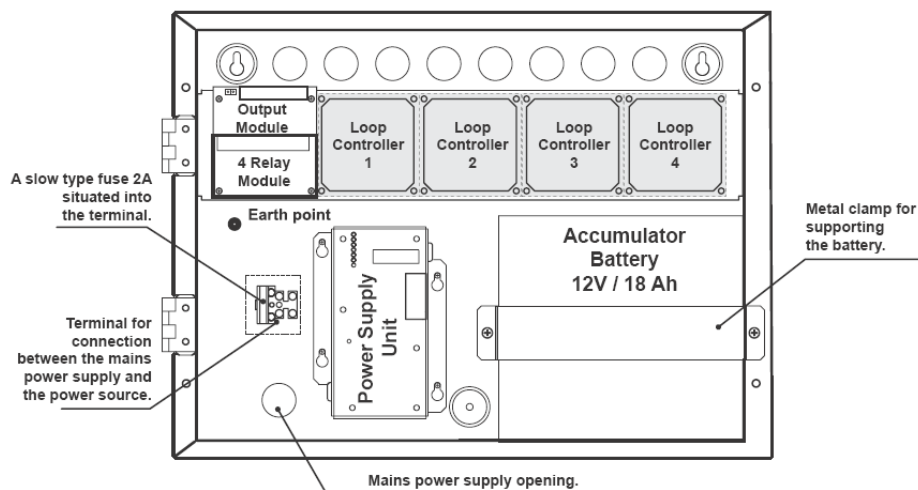

Abbildung 10. Positionierung der Hauptelemente.
- Installieren Sie den Akku in vertikaler Position und befestigen Sie diesen mit der dafür vorgesehenen, beiliegenden Klemme – Abbildung 10.